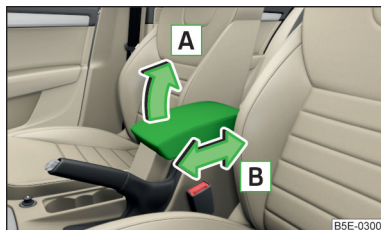

Fig. 78
► Elevar el apoyabrazos en el sentido de la flecha **A** en una de las cuatro posiciones de retención » fig. 78.
► Elevar el apoyabrazos en el sentido de la flecha **A** hasta el tope » fig. 78.
► Mueva el apoyabrazos en el sentido de la flecha **B** » fig. 78 hasta la posición deseada.